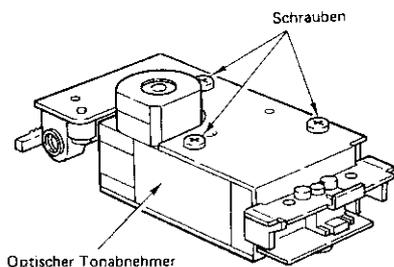

Abb. 6
- 9) Die drei Befestigungsschrauben von der Tonabnehmer-Halterung entfernen und den optischen Tonabnehmer abnehmen (Abb. 6).